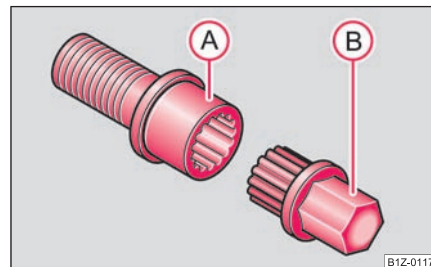

Fig. 226 Tornillo de seguridad para ruedas con adaptador
- Introducir el adaptador (B) con su lado dentado hasta el tope de tal modo en el dentado interior del tornillo de seguridad para ruedas (A), que ya sólo sobresalga el hexágono exterior ⇒ fig. 226. ►